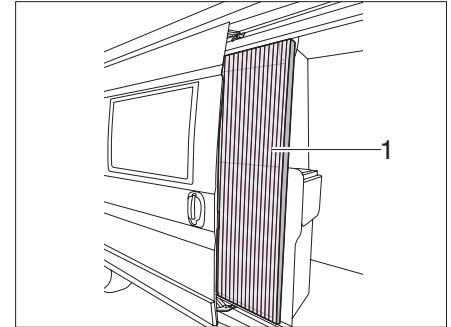

Bild 31 Insektsskydd
- Ta tag i listen (Bild 31,1) och drag ut insektsskyddet helt.
- Ta tag i listen (Bild 31,1) och ställ tillbaka insektsskyddet till utgångsläget.